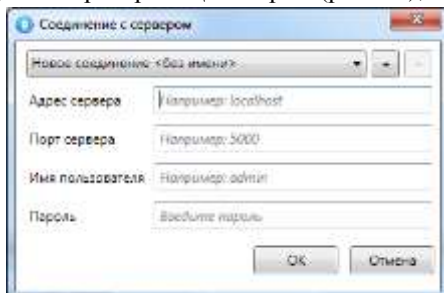

Рис.28. Задание параметров соединения
- ✓ в открывшемся окне Соединение с сервером укажите IP-адрес сервера ПЦН Мираж (пример: 91.216.211.154), порт сервера (по умолчанию - 5000), имя пользователя и пароль пользователя с правами администратора ПЦН Мираж (рис. 28);